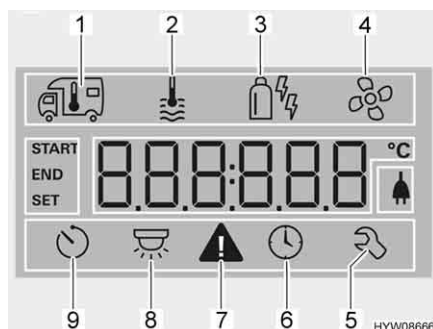

Fig. 86 Display (centralina di controllo)
- Ruotare la manopola/il pulsante (Fig. 85,6), finché il simbolo del menu del riscaldamento (Fig. 86,1) lampeggia.
- Ruotare la manopola/il pulsante (Fig. 85,6), finché il simbolo del menu relativo all'acqua calda (Fig. 86,2) lampeggia.
- Ruotare la manopola/il pulsante (Fig. 85,6), finché il simbolo del menu relativo alla modalità di funzionamento (Fig. 86,3) lampeggia.
- Ruotare la manopola/il pulsante (Fig. 85,6), finché il simbolo del menu delle ventole (Fig. 86,4) lampeggia.
- Ruotare la manopola/il pulsante (Fig. 85,6), finché il simbolo del menu del timer (Fig. 86,9) lampeggia.
- Premere la manopola/il pulsante. Il timer è attivato. Il simbolo del timer (Fig. 86,9) lampeggia quando il timer è programmato e attivo.
In caso di avviso, il relativo simbolo lampeggia (Fig. 86,7). Il riscaldamento rimane in funzione. Se si tratta solo di un guasto temporaneo, il simbolo di avvertimento si spegne autonomamente.